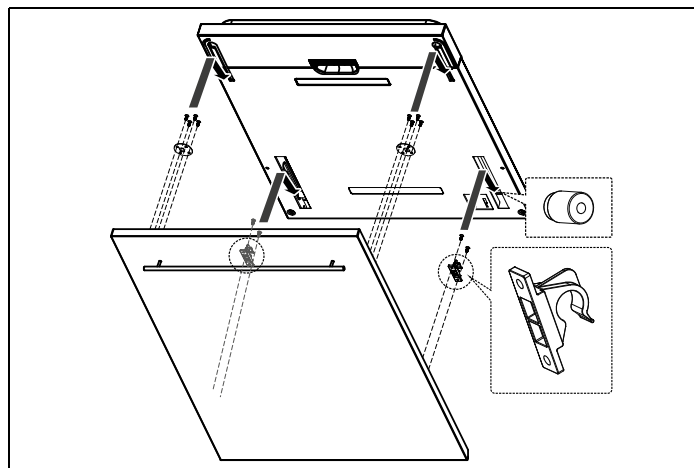
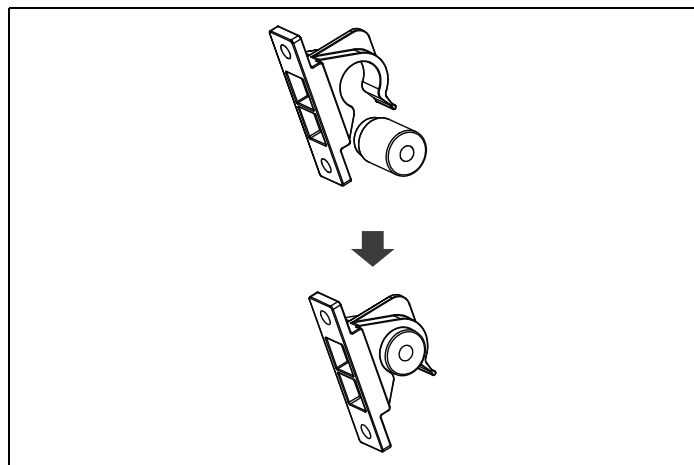

Fig. 11
Fig. 12
- Installare l'aggancio sul pannello estetico (Fig. 11) e inserire l'aggancio nello slot della porta esterna della lavastoviglie (Fig. 12). Dopo aver posizionato il pannello, premere la parte superiore del pannello estetico per assicurarsi che gli agganci in plastica siano fissati.